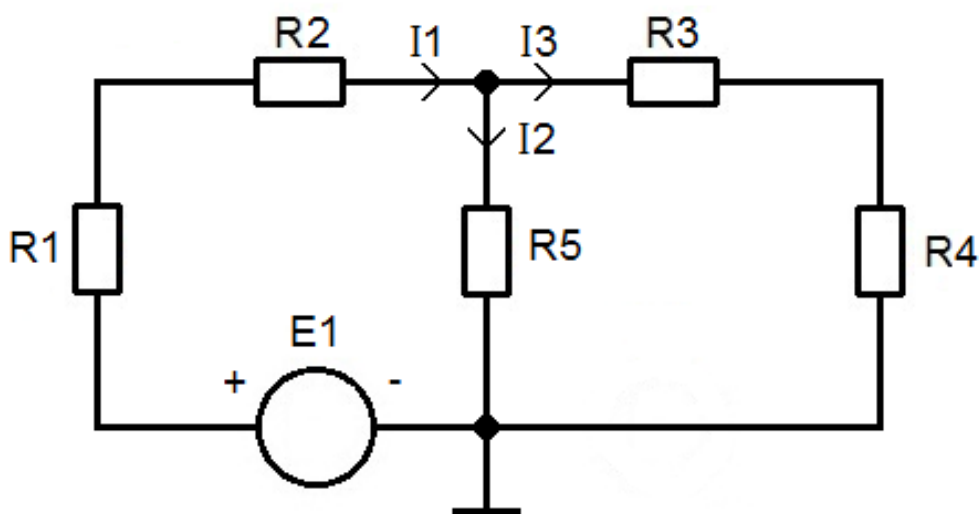

Рис. 2. Схема 2
5.6. Собрать схему (рисунок 2). Установить заданные значения E_1 , $R_1 \dots R_5$.